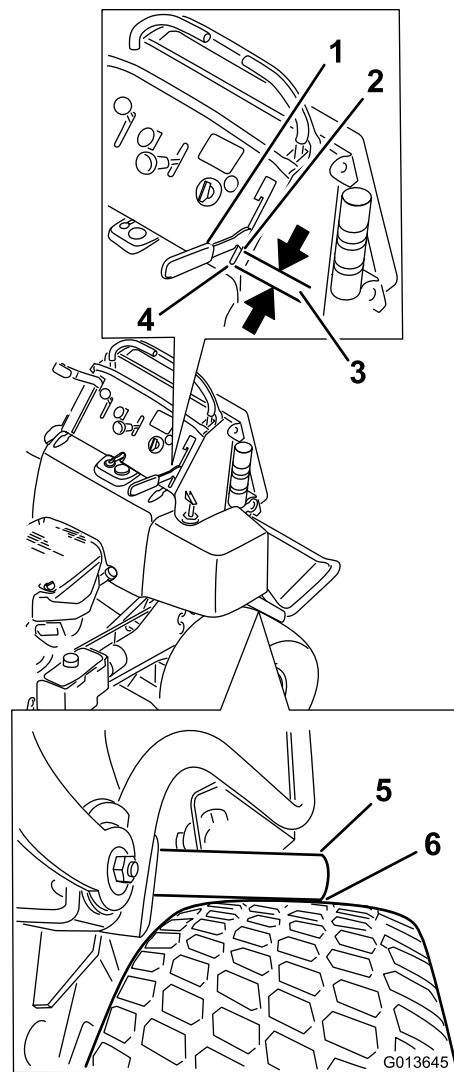

Figura 61
4. Accione la palanca del freno hasta que las barras de freno apenas entren en contacto con el neumático (Figura 61).
5. Mida la distancia que hay entre el borde delantero de la palanca de mano y el final de la ranura del panel de control cuando la barra de freno empieza a tocar el neumático. Esta distancia debe ser de 19 mm (3/4 pulgada). Ajuste el freno si es necesario (Figura 61).